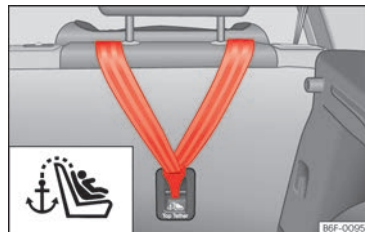

Abb. 38 Rückseite des Rücksitzbank: Halteösen für den Top Tether Haltegurt.
Kindersitze mit dem Top Tether-System sind mit einem Gurt für dessen Befestigung am Verankerungspunkt des Fahrzeugs ausgestattet. Dieser Verankerungspunkt befindet sich im hinteren Teil der Rückenlehne des Rücksitzes (mit dem Symbol ⚠️ gekennzeichnet) und bietet einen besseren Rückhalt »» (Abb. 38).
- Den Haltegurt verschieben und ordnungsgemäß an der Verankerung des hinteren Teils der Rückenlehne befestigen >>> **(Abb. 38)**.